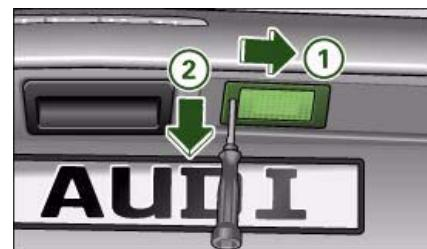

Fig. 265 Portón del maletero: Desmontar la luz de la matrícula ►
- Coloque la punta plana del vástago destornillador en la ranura de la luz de la matrícula ⇒ página 281, fig. 265.
- Utilizando el destornillador, presione la luz de la matrícula primero hacia la derecha flecha ① y, desde esta posición, sáquela del rebaje tirando hacia abajo flecha ②.